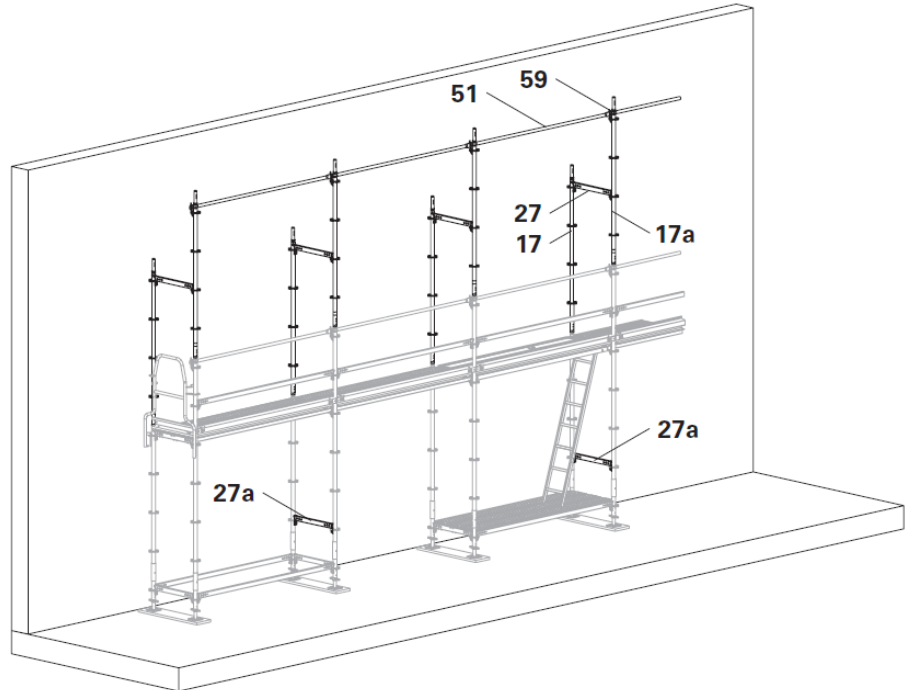

Fig. B4.02
1. Installez les Standards UVR-2 200 (17) sur toutes les jambes intérieures.
2. Monter les Standards UVR-2 200 (17a) avec les éléments suivants Support de garde-corps EPW (59) et Poteau de garde-corps en avance EPG (51) sur tous les pieds extérieurs.
3. Connectez les standards (17 + 17a) aux traverses horizontales (27) au niveau du pont. Fixez les cales. (Fig. B4.02)